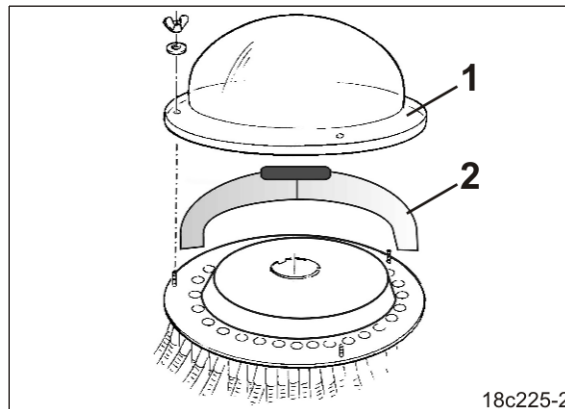

Fig. 200
1. Déposez le capot extérieur du distributeur (Fig. 200/1).
2. Monter la garniture (Fig. 200/2) pour que l'alimentation de la semence des socs correspondants soit interrompue.